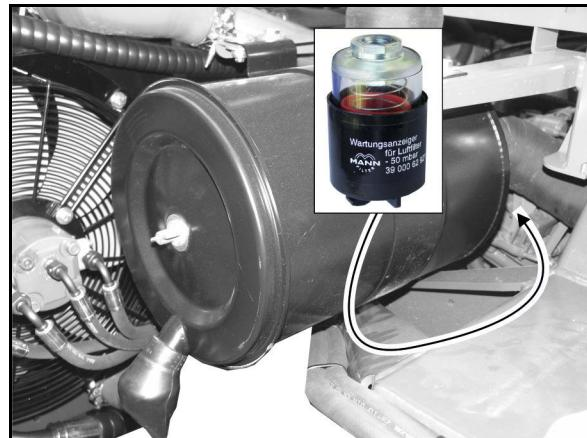

Fig. 164
2. Træk oliepinden (Fig. 164/1) ud og tør den af med en ren klud.
4. Om nødvendigt, skal der efterfyldes med den forskrevneolie i påfyldningsåbningen (Fig. 164/2,3).
5. Skru olieaftapningsskruen (Fig. 164/4) ud.